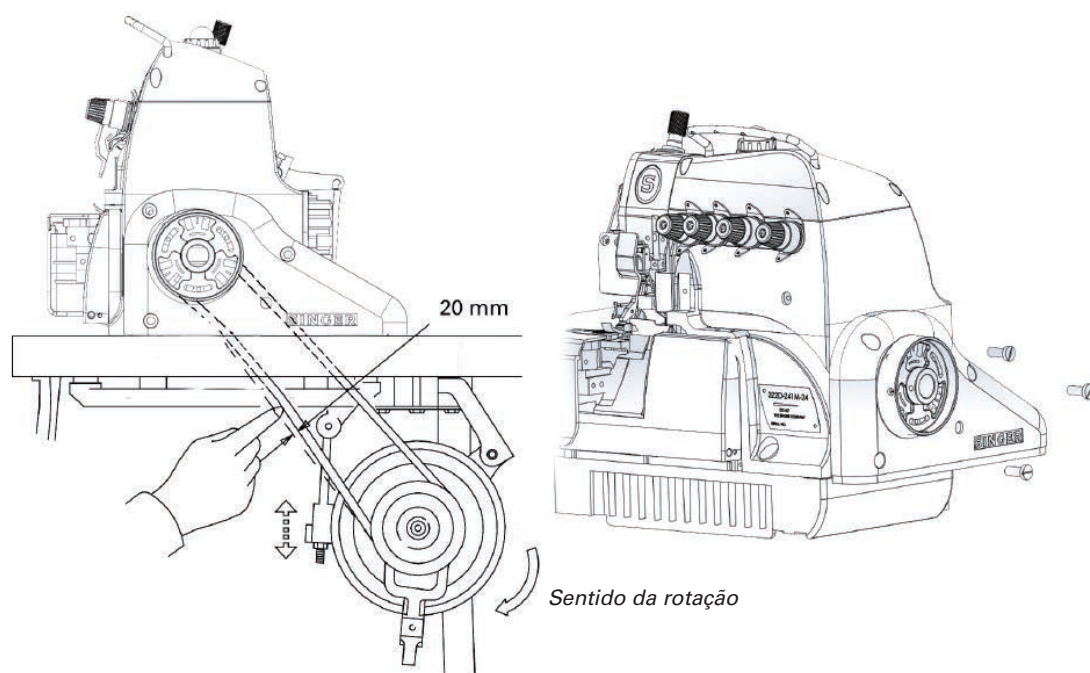

Figura 4
- Ajuste a tensão da correia, para que deixando uma folga de cerca de 20 mm ao pressionar o ponto médio entre as duas polias, girando a polia do motor no sentido horário, conforme a Figura 4.
- Instale a tampa da correia conforme a Figura 4.
- Certifique-se de que a rotação do motor esteja no sentido horário, Figura 4.